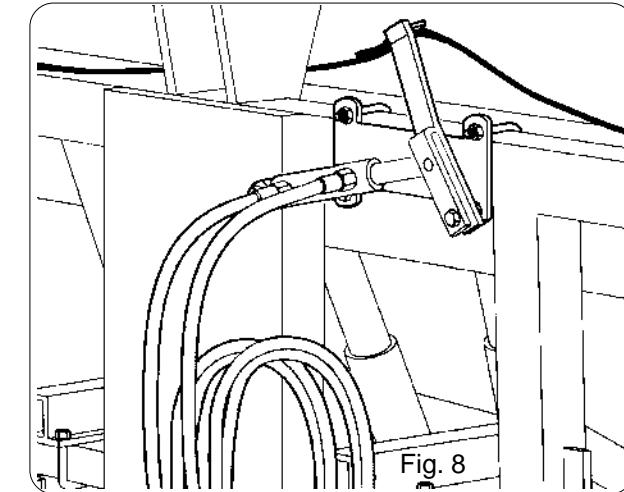

Fig. 8
- Comando idraulico (Fig.8).
- Hydraulic control (Fig. 8)
- Hydraulische steuerung (Abb. 8)
- Commande hidraulique (Fig. 8)